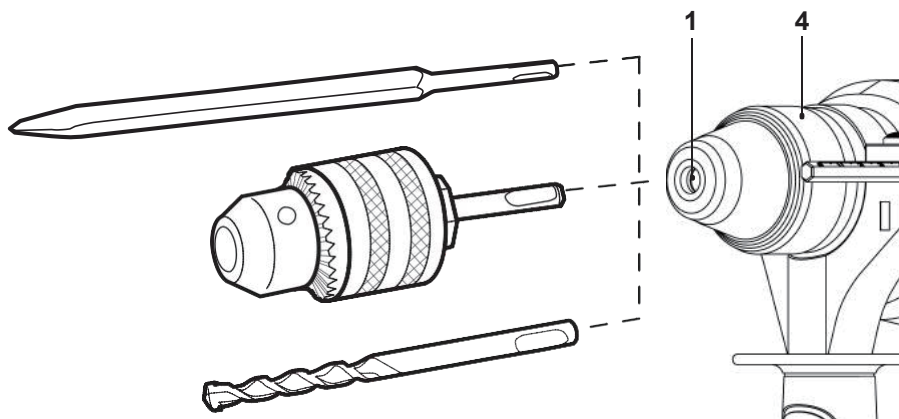

Fig. 1
- >Inserir a broca / cinzel SDS com um movimento de torção até à paragem no mandril (1) (Fig. 1).